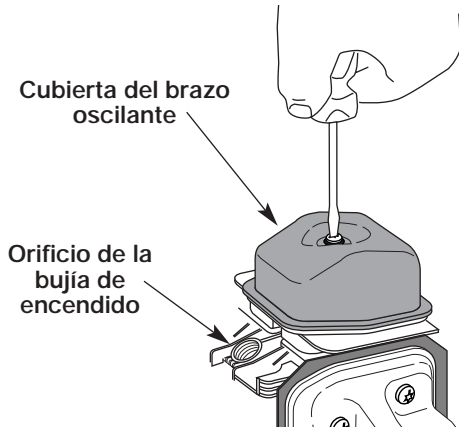

Fig. 26
6. Limpie la suciedad de alrededor de la cubierta del brazo oscilante. Saque el tornillo que sostiene la cubierta del brazo oscilante con un destornillador grande de vástago plano o con una broca Torx T-25 (Fig. 26). Saque la cubierta y la junta del brazo oscilante.
- El pistón se encuentre en la parte superior de su recorrido mientras mira dentro del orificio de la bujía de encendido (Fig. 26).